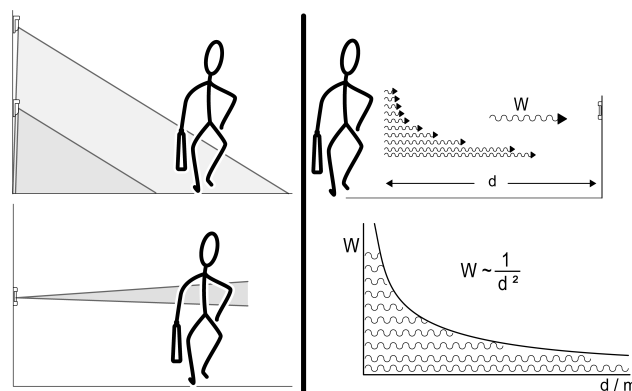

Bild 4: Erfassung von Wärmequellen – Geometrie des Erfassungsfeldes und Entfernung (photometrisches Entfernungsgesetz)
- Entfernung zwischen Wärmequelle und Bewegungsmelder: Je weiter die Wärmequelle vom Sensor entfernt ist, umso schwächer ist das am Sensor auswertbare Signal (Bild 4).
- Kontrast zwischen Wärmequelle und der Umgebung: Wenn die Wärmequelle genauso intensiv strahlt wie die Umgebung, ist die Erfassung deutlich erschwert (Bild 4).